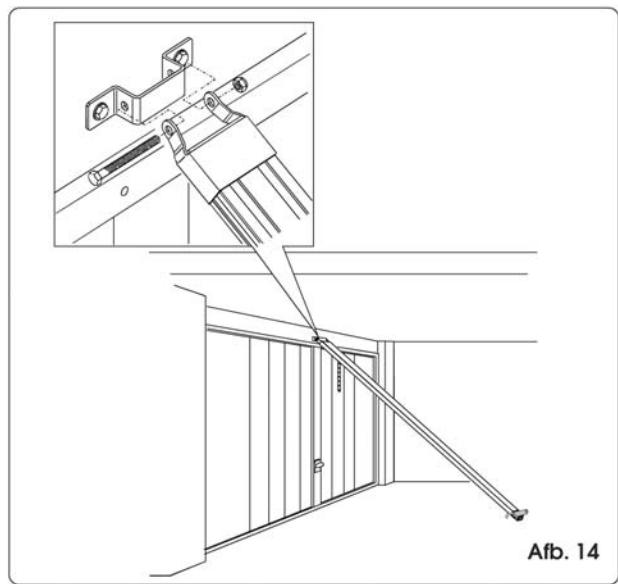

Afb. 12
- 3) Verplaats het loopwagentje zodanig naar achteren in de richting van de aandrijf eenheid dat de opening op het loopwagentje samenvalt met de sleuf en steek het kabeltje zonder bekleding erin (afb. 12).